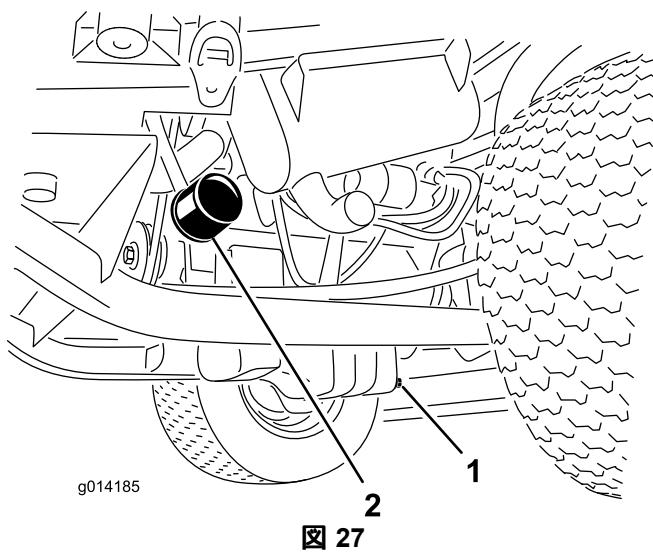

図 27
3. オイルフィルタ図27を外す。
1. ドレンプラグ(図27)を外してオイルを容器に受ける。